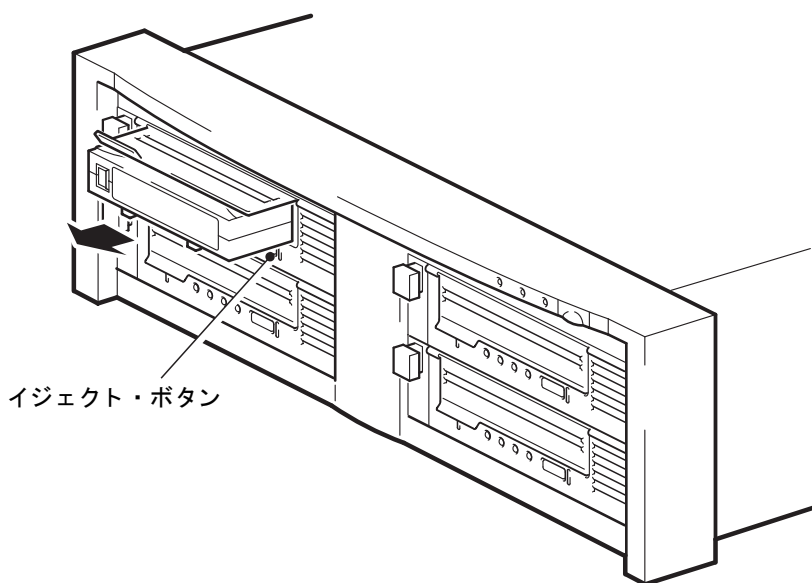

図 6b: カートリッジのアンロード
- 1 フロント・パネルのイジェクト・ボタンを押します (図 6b を参照)。